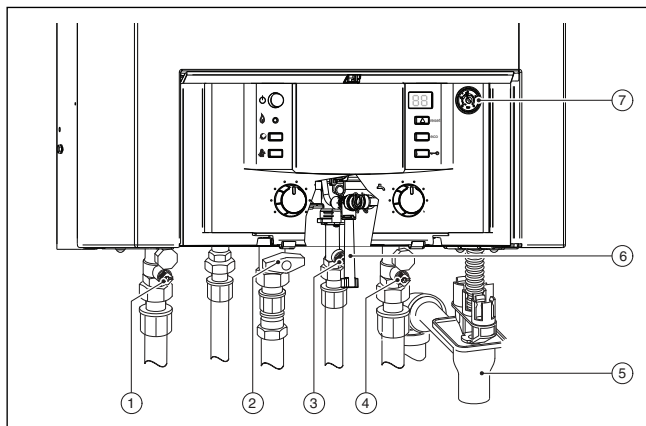

Fig. 1
Sicuramente l'installatore Vi ha indicato come eseguire il riempimento. In caso contrario, rivolgersi alla ditta installatrice. Il rubinetto di riempimento si trova al di sotto della caldaia, fra l'attacco per il ritorno riscaldamento e ingresso acqua fredda sanitaria (→ pag. 10, fig. 1, pos. 6).